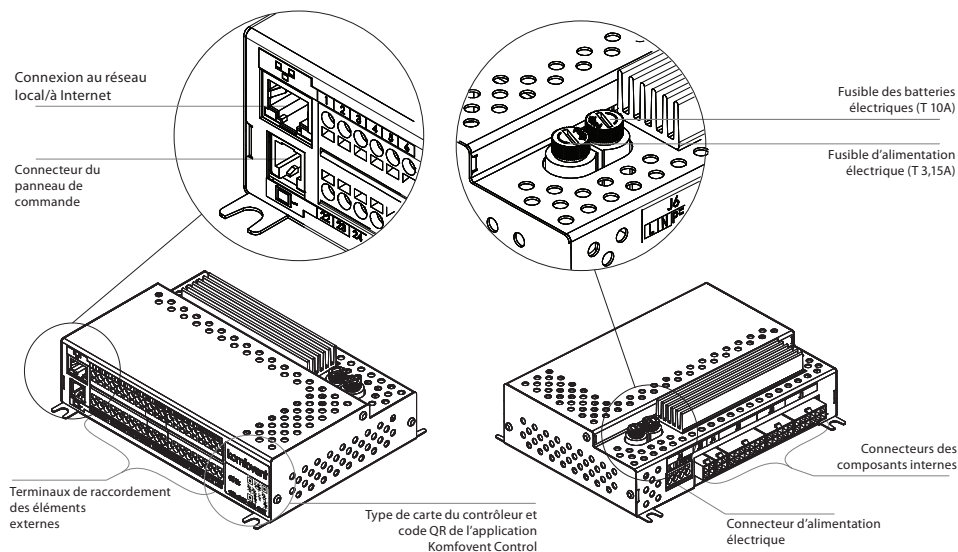

Fig. 13. C6M controller main board
- La numérotation présentée ici s'applique uniquement à la carte de contrôleur C6M. Avant de raccorder les éléments externes, vérifiez le type de carte sur l'autocollant apposé sur la face avant du contrôleur (voir Fig. 13).
Il est conseillé d'éviter que le câble du panneau de commande ne soit trop près des câbles d'alimentation électrique ou d'un équipement à haute tension (armoires électriques, chauffe-eau électrique, climatiseur, etc.). Le câble peut être passé dans les orifices pratiqués à l'arrière ou au bas du panneau de commande (suivez les consignes d'installation fournies avec le panneau de commande). Le fil de la carte du contrôleur C6M est raccordé à un emplacement dédié (connecteur RJ9 ; voir Fig. 13) ou bornes de raccordement des éléments externes.
L'unité peut être contrôlée depuis le panneau de contrôle ou depuis un ordinateur ou un smartphone. Pour cela, elle doit être raccordée à un réseau local ou à Internet. L'unité est contrôlée par un ordinateur depuis un navigateur Web, ou depuis un smartphone au moyen de l'application Komfovent Control. La centrale de traitement d'air est raccordée au réseau informatique au moyen d'un câble CAT5 (connecteur RJ45 ; voir Fig. 13). La longueur totale du câble entre l'unité et le routeur réseau ne doit pas dépasser 100 m.
- Le moyen le plus facile pour gérer l'unité sur Internet consiste à utiliser un smartphone avec l'application Komfovent Control. Lancez l'application sur votre téléphone (celui-ci doit avoir accès à Internet). Lors de la première connexion, l'application vous demandera de scanner le code QR situé la carte du contrôleur (voir Fig. 13). L'application se connectera alors automatiquement à l'unité (pour en savoir plus sur l'application Komfovent Control, consultez le « Guide de l'utilisateur Domekt »).